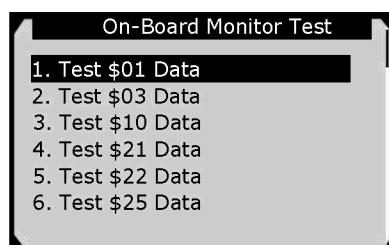

Рисунок 5-27
- 5) В меню **On-Board Monitor Test [Проверка бортовых мониторов]** с помощью **кнопок прокрутки вверх/вниз** выберите для просмотра необходимые результаты диагностики, а затем нажмите **кнопку OK**. См. рисунок 5-27.